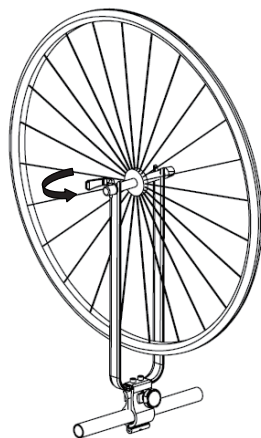

fig.9
2. クイックリリースを緩め、ハブをマウントに取り付けます。(fig.9)
3. クイックリリースを締め込み、固定します。(fig.9)